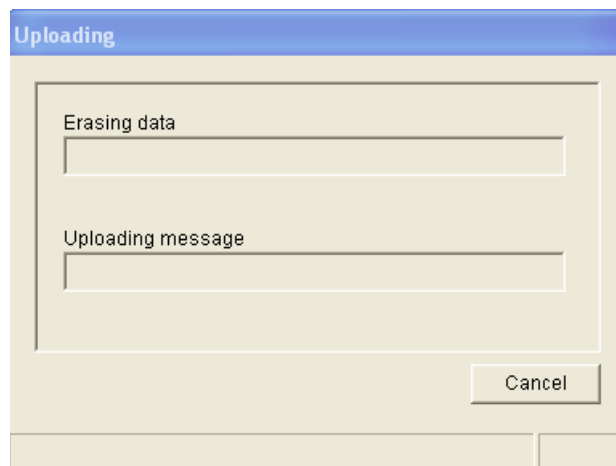

Abbildung 8.16: Hochladen von Daten auf den Plena Weekly Timer
- 2 Klicken Sie auf **Upload configuration**. Daraufhin erscheint das folgende Fenster (siehe Abbildung 8.16), aus dem der Verlauf des Hochladevorgangs ersichtlich ist. Nach erfolgreichem Hochladen wird dieses Fenster geschlossen.